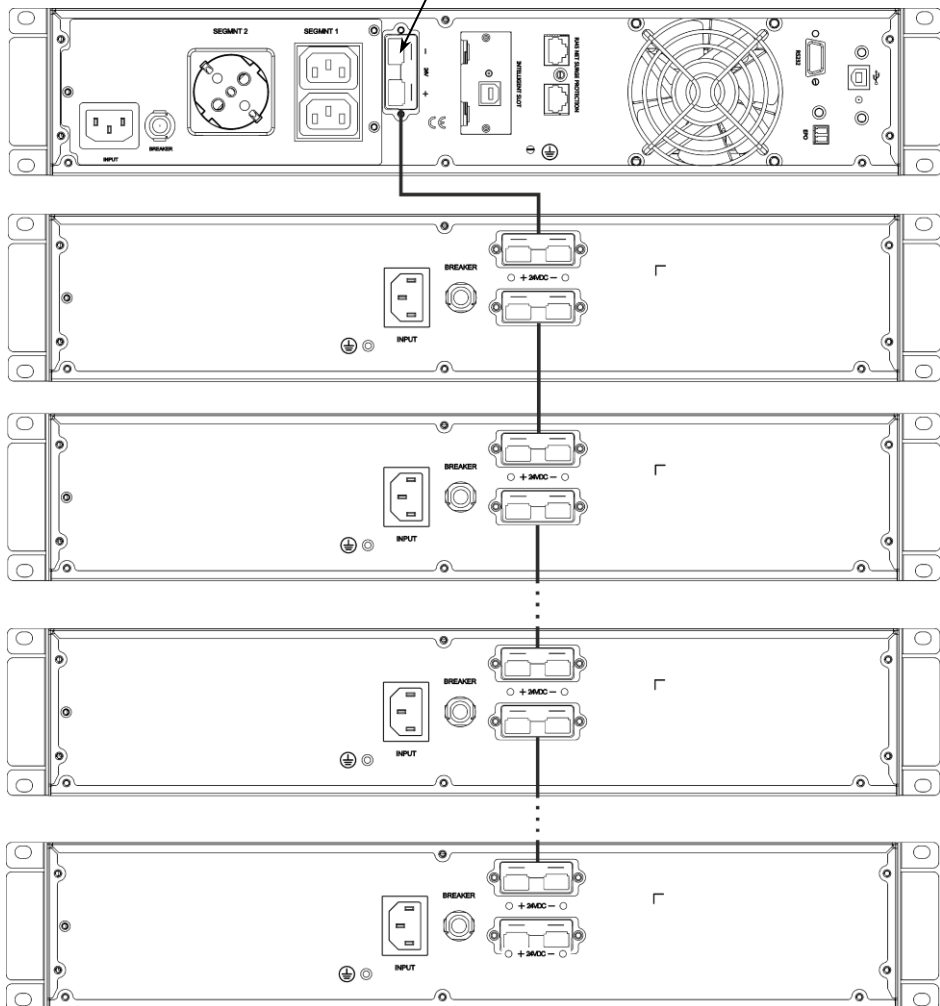

Рисунок 6 – Пример схемы подключения нескольких ББ SKAT BC 24/18S3 RACK исп.Л к ИБП SKAT-UPS 1000-RACK-ON-2x9-IS исп.Л
- при необходимости подключить более одного ББ, каждый последующий ББ подключается к предыдущему по схеме подключения первого ББ к ИБП. Подключение каждого дополнительного ББ осуществляется кабелем подключения ББ, входящим в его комплект поставки, см. рисунок 6.